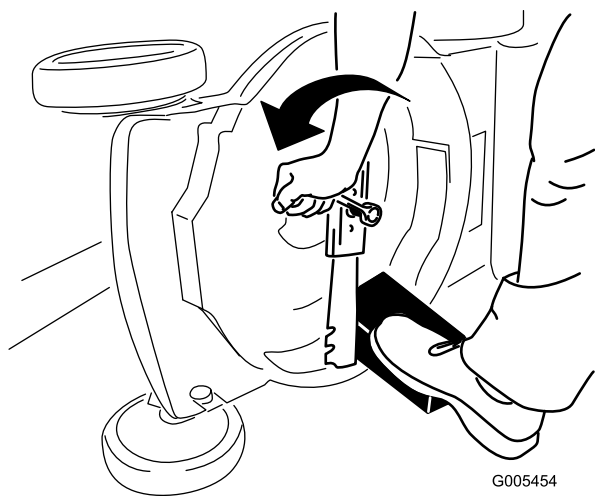

Рисунок 25
- Используйте деревянную подкладку для неподвижного удерживания ножа (Рисунок 25).
4. Снимите нож, сохранив все крепежные детали (Рисунок 25).